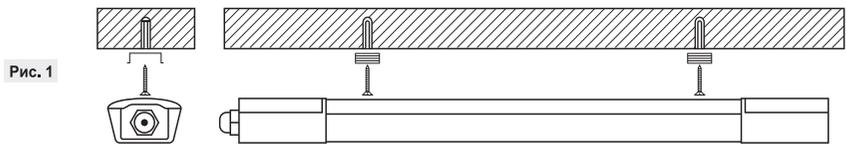

Рис. 1
2. При креплении на потолок лучше использовать крепежные скобы, которые фиксируются на потолке и защелкиваются на корпусе светильника (Рис. 1).